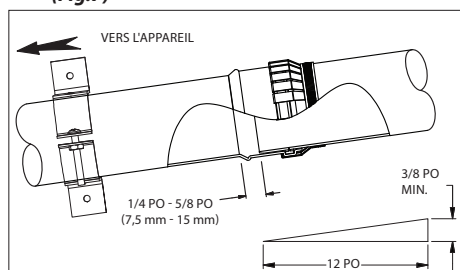

Figure 7
Reportez-vous aux instructions d'installation du fabricant de l'appareil pour les conditions d'évacuation du condensat. Veillez à ce que l'inclinaison du système soit suffisante pour l'évacuation. (Fig. 7 et 20)
3. **L'inclinaison du conduit d'évacuation doit être d'au moins 1,8° (3/8 po de hauteur par pied, 31 mm par mètre) vers l'appareil.** Assurez-vous qu'il n'y a pas de creux dans le système où le condensat peut s'accumuler. (Fig.7)
Les sections de conduit en PP doivent avoir un jeu de 1/4 po-5/8 po à chaque joint (pour permettre l'expansion) et inclinées de 1,8° (3/8 po par pied) vers l'appareil selon la Fig. 7 pour un écoulement approprié du condensat.